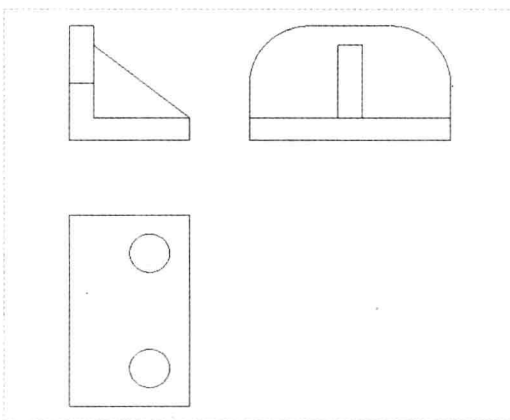

图 12-27 创建第二个投影视图
Step 06 采用与上同样的方法,创建第二个投影视图,如图 12-27 所示。